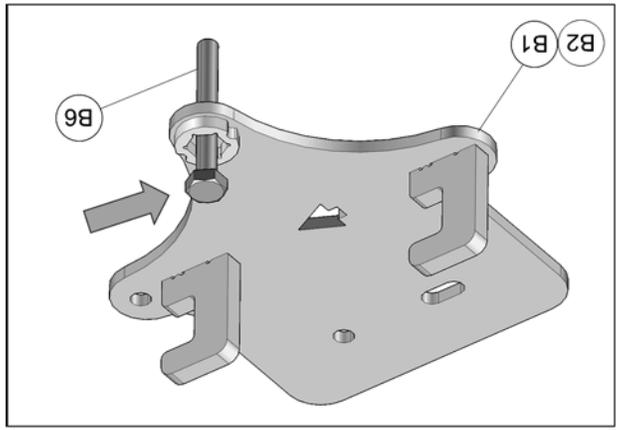

Fig. 4
4. Insérer un boulon M10x80mm (B6), fourni dans l'ensemble de pièces, dans chacun des ancrages (B1-B2) de suspension arrière tel que montré à la Fig. 4